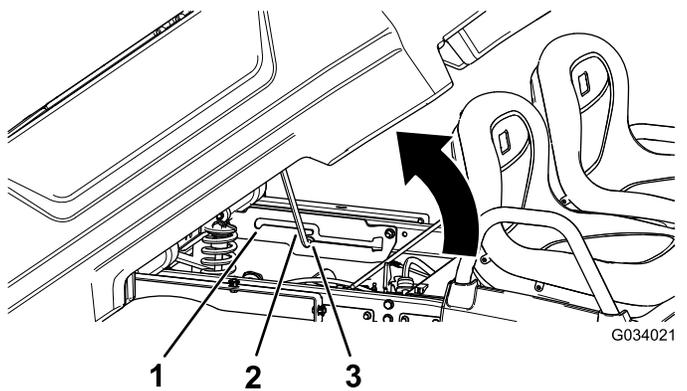

Figure 20
2. Engagez la béquille dans le cran de verrouillage pour bloquer le plateau en position de déchargement (Figure 20).
2. Engagez la béquille dans le cran de verrouillage pour bloquer le plateau en position d'entretien (Figure 20).
2. Sortez la béquille du cran de verrouillage (Figure 20).